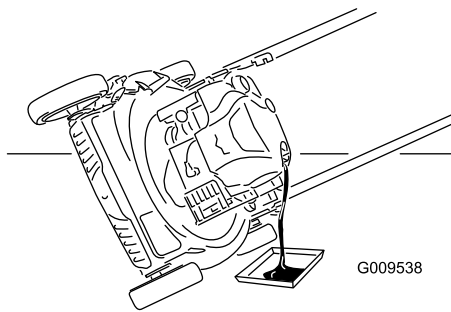

Figura 22
7. Inclinate la macchina sul fianco, con il tubo di riempimento dell'olio in basso, per vuotare l'olio usato attraverso il tubo di riempimento in una bacinella di spurgo (Figura 22).